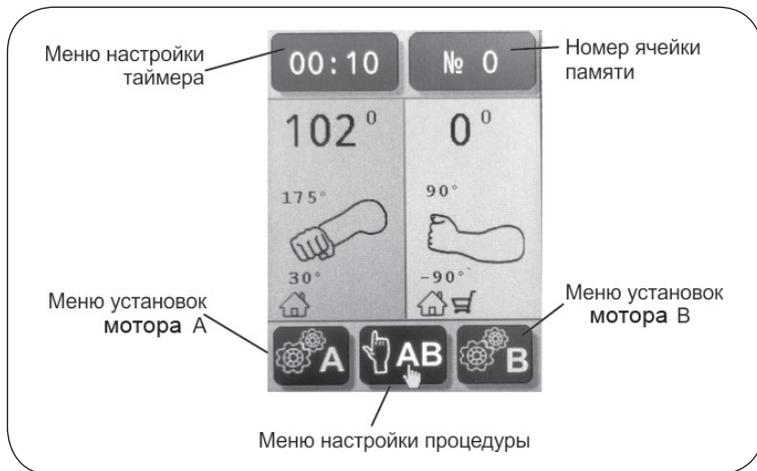

Рисунок 5.4 – Дисплей режима готовности
5.2. Дисплей режима готовности (см. рис. 5.4):
2. Включите Apparat с помощью выключателя «СЕТЬ» (4). После включения Apparata слышен звуковой сигнал, на дисплее появляется логотип производителя.
3. По окончании загрузки на дисплее отображается дисплей режима готовности (см. рис. 5.4).